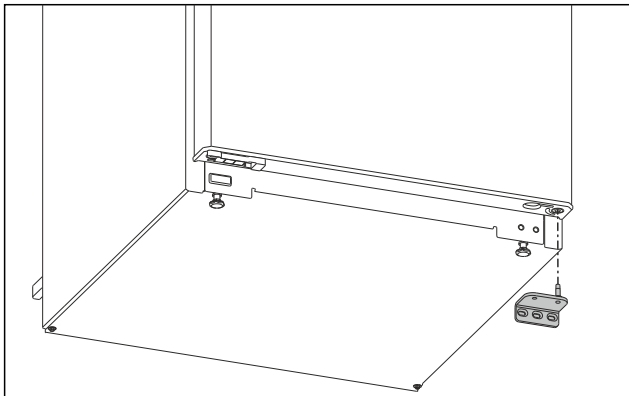

Fig. 14
- ▶ Lagerbock nach unten abnehmen. (siehe Fig. 14)